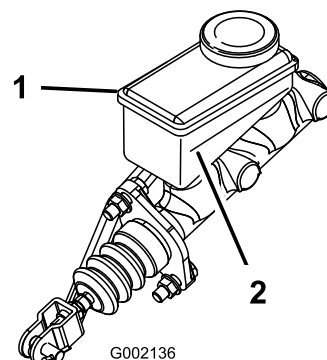

Figure 64
- B. Versez du liquide de frein DOT 3 dans le réservoir jusqu'à ce que le niveau dépasse le repère minimum (Figure 64).
5. Observez le repère de niveau sur le côté du réservoir (Figure 64).